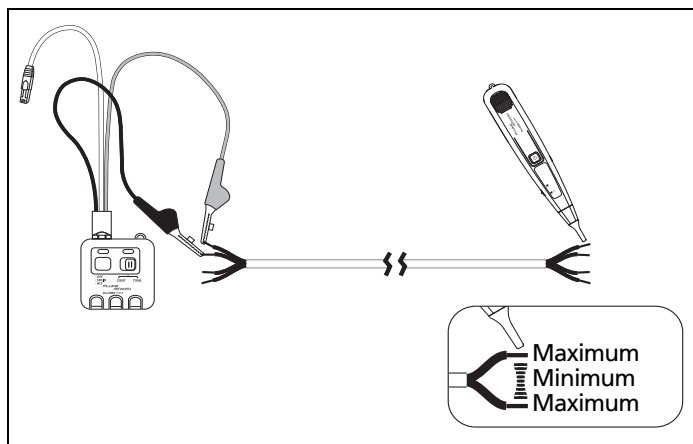

Figure 4. Dépistage de paires
- 2 Déplacez lentement la pointe de la sonde perpendiculairement aux fils (figure 4). Si le volume sonore de la tonalité est MAXIMUM sur le premier fil, MINIMUM entre les deux fils et MAXIMUM sur le deuxième fil, il s'agit bien de la paire recherchée.